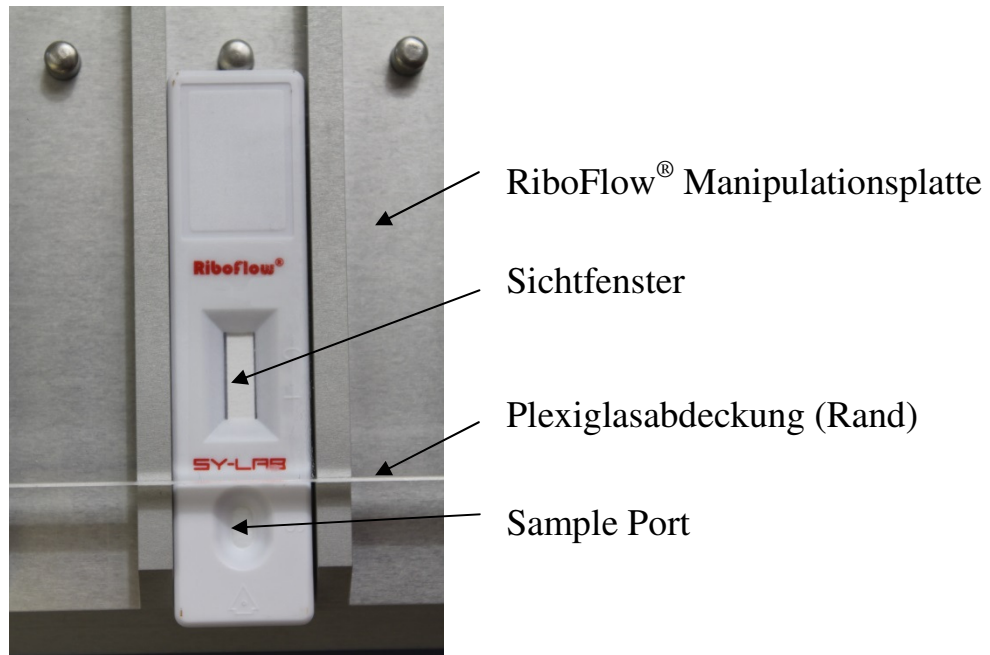

Abb. 1: RiboFlow[®] Lateral Flow Testkassette
3. Solution C und die benötigte Anzahl RiboFlow[®] Lateral Flow Assay devices (Testkassetten) mindestens 10 Minuten vor Testdurchführung im IL-10 Mini-Inkubator auf +48°C vorwärmen. Dafür Kassetten in die vorgewärmte RiboFlow[®]-Manipulationsplatte im Inkubator so einschieben, dass Sample Ports nicht von der Plexiglasabdeckung bedeckt sind (Abbildung 1).
3. Solution C und die benötigte Anzahl RiboFlow[®] Lateral Flow Assay devices (Testkassetten) mindestens 10 Minuten vor Testdurchführung im IL-10 Mini-Inkubator auf $+48^{\circ}\text{C}$ vorwärmen. Dafür Kassetten in die vorgewärmte RiboFlow[®]-Manipulationsplatte im Inkubator so einschieben, dass Sample Ports nicht von der Plexiglasabdeckung bedeckt sind (Abbildung 1).